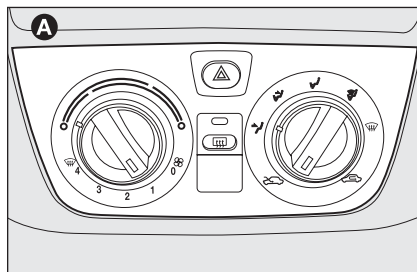

fig. 5
- ☐ avec chauffage **A-fig. 5** ;